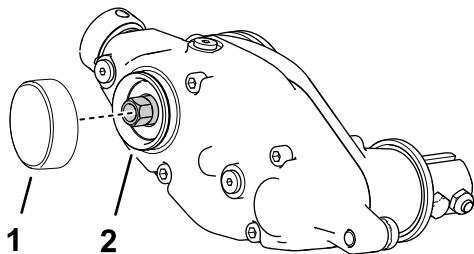

Figura 14
1. Aplique retentor para peças cilíndricas de média resistência (por exemplo, Loctite® 609 verde) em redor da ranhura do anel de encaixe e da superfície do diâmetro exterior (Figura 14).
2. Instale a tampa como se mostra na Figura 14.